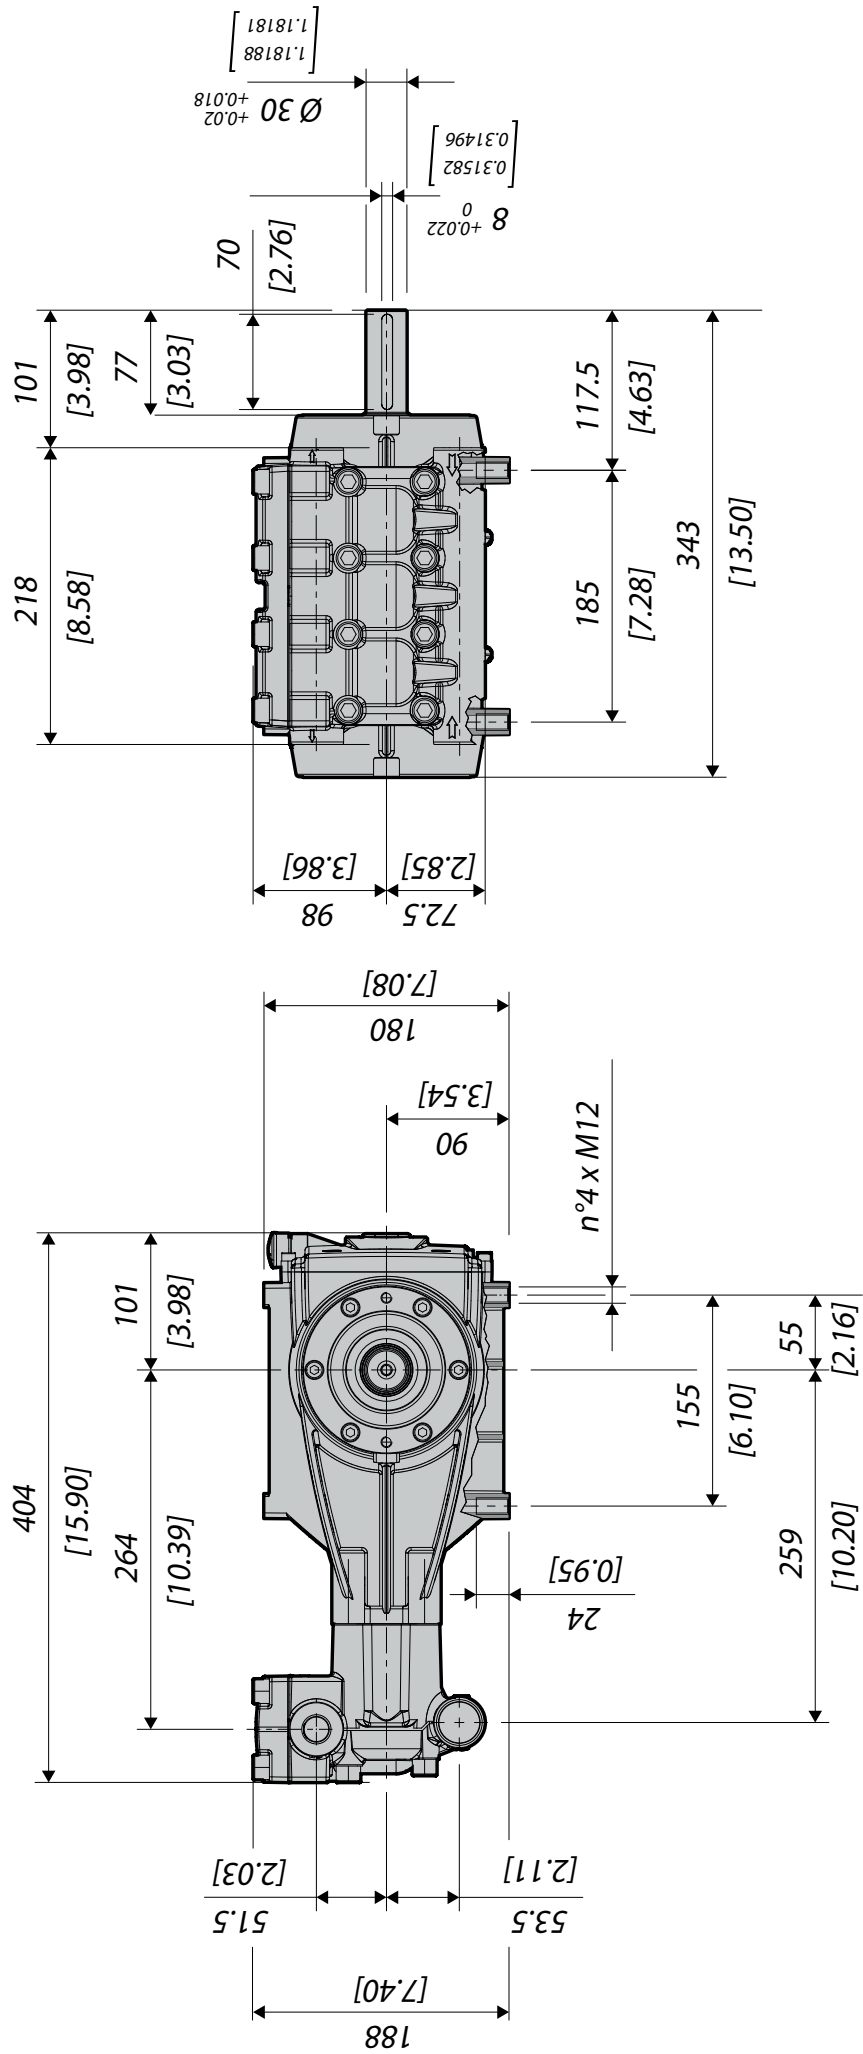

Fig. 3
- La pompa deve essere fissata in modo stabile. Il basamento d'appoggio deve essere piano e sufficientemente rigido onde evitare disallineamenti tra pompa e motore e vibrazioni in fase di lavoro. Per il fissaggio utilizzare le quattro borchie d'appoggio presenti nel carter pompa, per le dimensioni fare riferimento alla Fig. 3.
Per le dimensioni principali, si faccia riferimento alla Fig. 3.